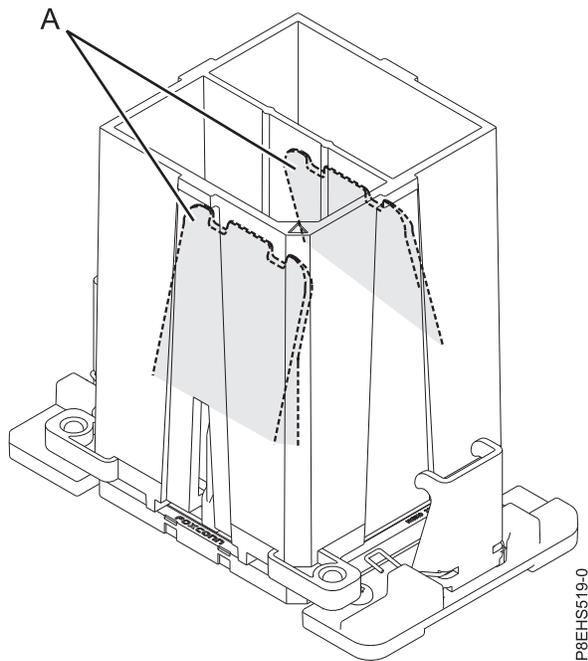

図 76. システム・プロセッサ・モジュール・ツールの取り外し
- c. ツールとシステム・プロセッサ・モジュールの穴とガイド・ピンが正しく位置合わせされたら、しっかりと止まるまで、2 つの青色のリリース・タブ (A) をつかみ、まとめて保持します ( 81 ページの図 76 を参照)。次に、ツールを持ち上げてシステム・プロセッサ・モジュールから離します。